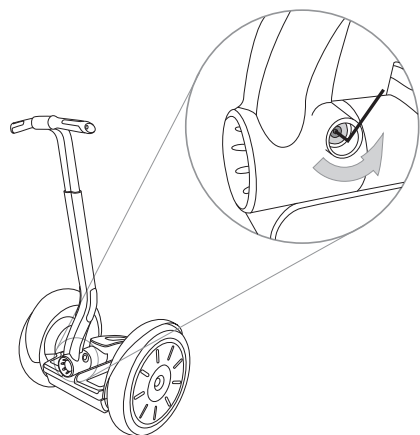

图 1. 松开固定倾斜操纵架的紧固件
2. 要拆卸倾斜操纵架，请用 5mm 六角扳手卸下来固定倾斜操纵架的紧固件。请参见图 1。